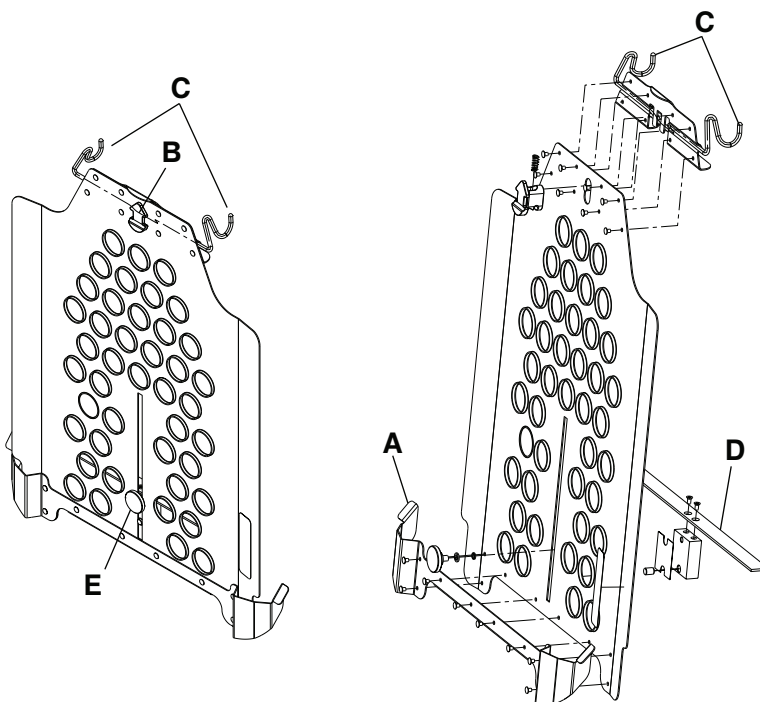

Figura 28 – Suporte da cassete de raios X
3. Insira os guias de retenção inferiores (A) debaixo da barra soldada da cabeceira de Fowler (Figura 28).